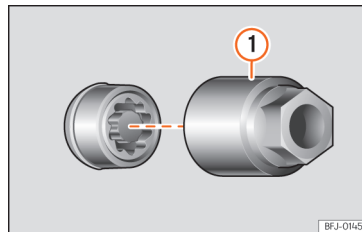

Fig. 37 Vite antifurto con cappuccio ed adattatore.
- Inserire l'adattatore speciale » **fig. 37 1** (attrezzi di bordo » pag. 41) nella vite antifurto fino al fermo.